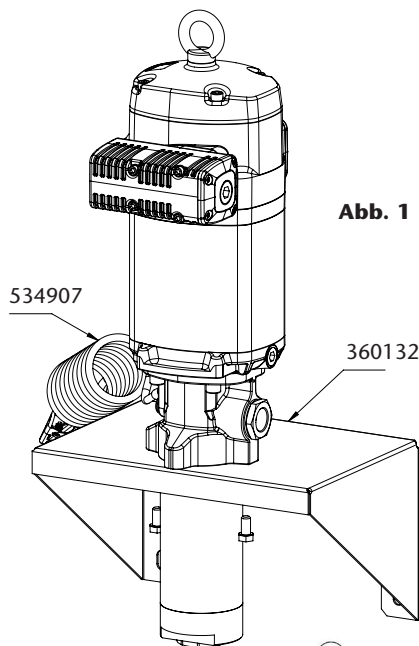

Abb. 1
- a. Wandmontage (360132). Befestigen Sie die Wandhalterung sicher an der Wand. Führen Sie die Pumpe durch die Halterung und befestigen Sie sie mit den mitgelieferten Schrauben (Abb. 1).